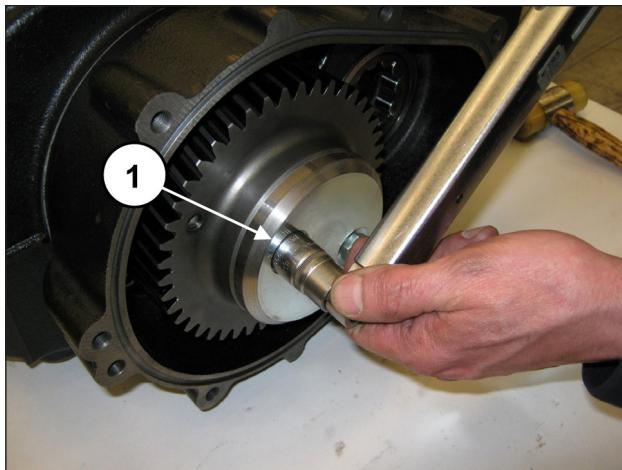

Fig. 79
Ajustar los tornillos con la llave dinamométrica como se indica en el capítulo 3 (pos. ①, Fig. 79).